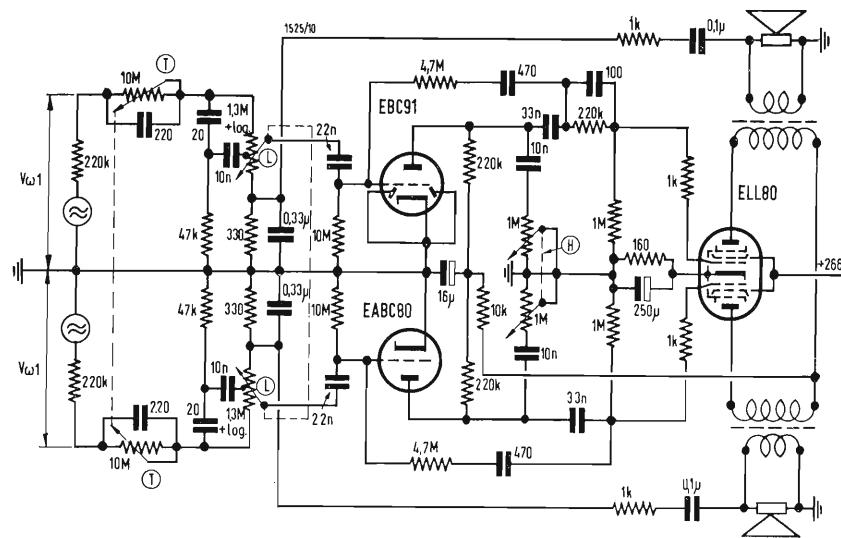

Fig. 3 - Amplificatore a due canali con regolazione di tono. Valvole EABC80 + EBC91 + ELL80.
Fig. 5 - Andamento del fattore di distorsione (K) e della tensione necessaria in entrata ($V_{\omega 1}$) per l'amplificatore della fig. 3 in funzione della potenza in uscita (N_{na}).
Questo amplificatore, il cui circuito è rappresentato nella fig. 3, è destinato ai ricevitori stereofonici di tipo più economico, nei quali si deve ridurre al minimo il costo del secondo canale. Il doppio pentodo ELL80 nello stadio finale costituisce una soluzione favorevole, perché il maggior costo per quanto riguarda le valvole è dovuto solamente ad un preadesso EBC91. Anche il maggior assorbimento di corrente rispetto ad un normale canale unico con EL84 è praticamente trascurabile.
Il circuito della fig. 3 si può adottare anche per gli amplificatori fonografici a due canali. In questo caso conviene però sostituire i sistemi a triodo delle